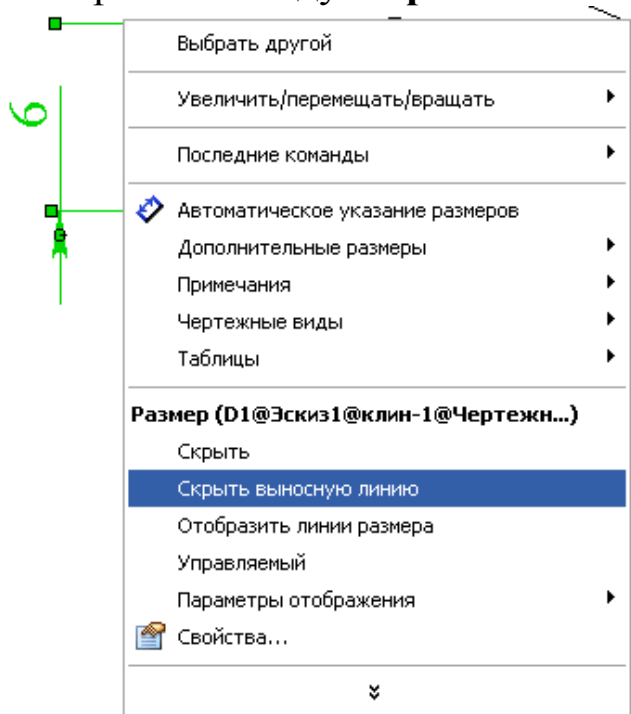

Рис. 10
1. Для скрытия выносной линии (линии удлинения) размера «б» нажмите на неё правой кнопкой мыши и в контекстном меню выберите команду **Скрыть выносную линию** (рис. 10).